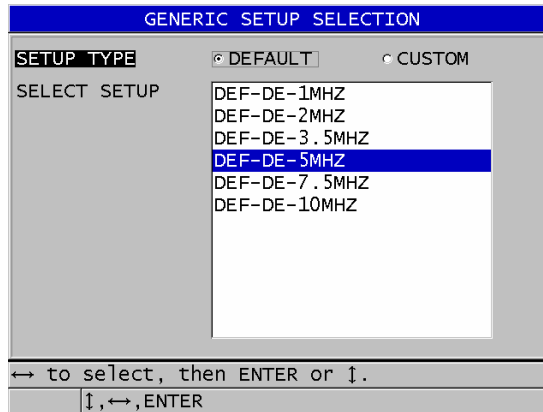

Abbildung 12-1 Fenster GENERIC SETUP SELECTION
2. Verfahren Sie im sodann eingeblendeten Fenster **GENERIC SETUP SELECTION** (siehe Abbildung 12-1 auf Seite 243) wie folgt: